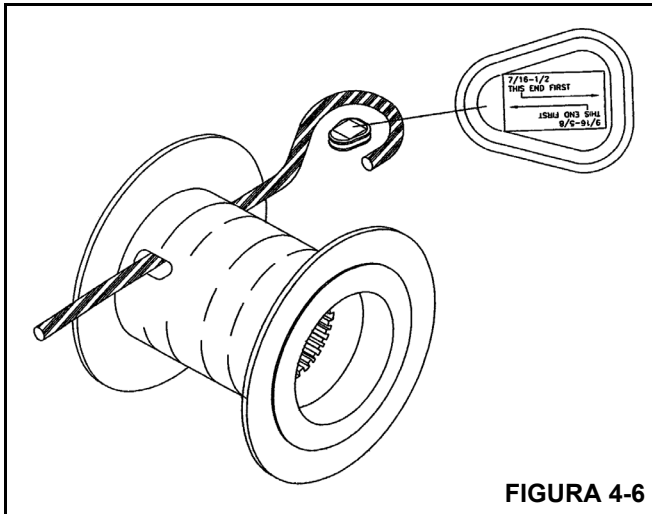

FIGURA 4-6
- Instale el extremo del cable en el malacate utilizando el receptáculo de cuña provisto (Figura 4-6).